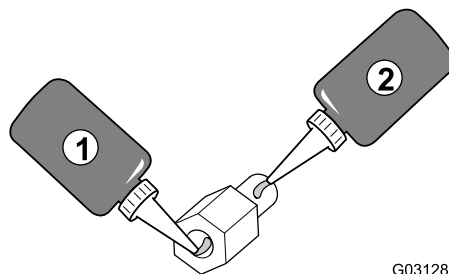

图 156
2. 在螺纹隔离柱螺母部分的螺纹上抹一层螺纹紧固剂低——中——高强度图 156。
4. 在螺纹隔离柱螺栓部分的螺纹上抹一层螺纹紧固剂低——中——高强度图 156。